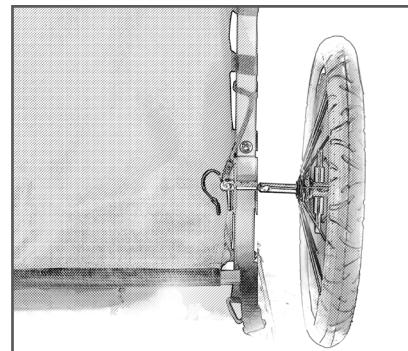

図9
- 穴の横にあるスタブ車軸付きのホイールを左ホイール・ブラケットに取り付けます(図9)。